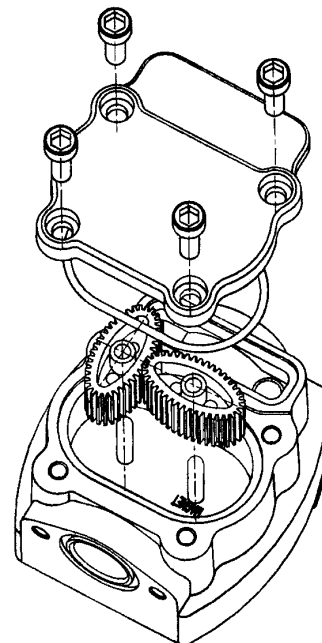

Fig. 6
4. Replace the gears, then reattach the cover as shown in figure 6.
4. Remonter les engrenages, le joint ainsi que le couvercle inférieur tel qu'il est indiqué sur la Figure 6.
4. Anschließend die Zahnräder wieder einbauen und den Deckel, wie auf Bild 6, befestigen.